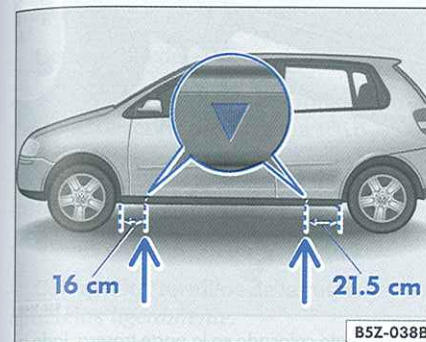

Fig. 138 Puntos de recepción del gato
1. Ubique el punto de recepción ⇒fig. 138 del gato ⇒▶ lo más cercano posible de la rueda que se pretende cambiar. La figura muestra como ejemplo la ubicación de los rebajos en la carrocería de un Fox.
El gato sólo puede aplicarse en los puntos de recepción indicados ⇒fig. 138. El punto de recepción delantero está a una distancia de 16 cm aproximadamente y el trasero, 21,5 cm del alojamiento de la rueda. En los largueros de ambos lados existen rebajos que indican el correspondiente punto de recepción por debajo del vehículo.